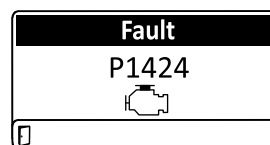

Рисунок 53
- Предупреждение по двигателю (Рисунок 53)